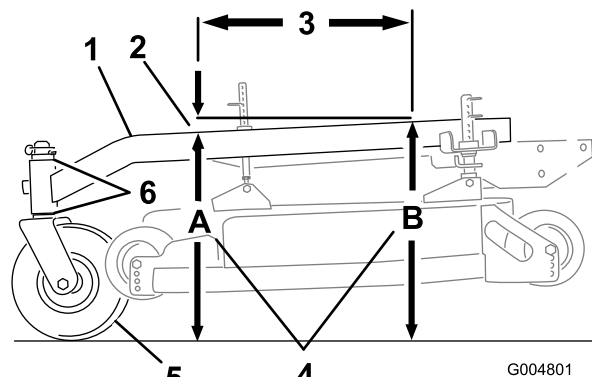

Figura 62
El bastidor de tiro debe tener una inclinación longitudinal de entre 3 mm (1/8 pulg.) y 9 mm (3/8 pulg.) a lo largo de 61 cm (24 pulg.) (Figura 62).
1. Mida 61 cm (24 pulg.) en el bastidor de tiro (Figura 62).
2. Mida la altura del bastidor de tiro en la posición **A** (Figura 62).
3. Mida la altura del bastidor de tiro en la posición **B** (Figura 62).
4. La altura en la posición **A** debe ser de 6-10 mm (1/4-3/8 pulg.) menor que la de la posición **B** (Figura 62).
5. Si la inclinación del bastidor de tiro no es la correcta, mueva los espaciadores de las ruedas giratorias para obtener una inclinación de 6-10 mm (1/4-3/8 pulg.) (Figura 62). Mueva espaciadores desde arriba o desde abajo para obtener la inclinación correcta.